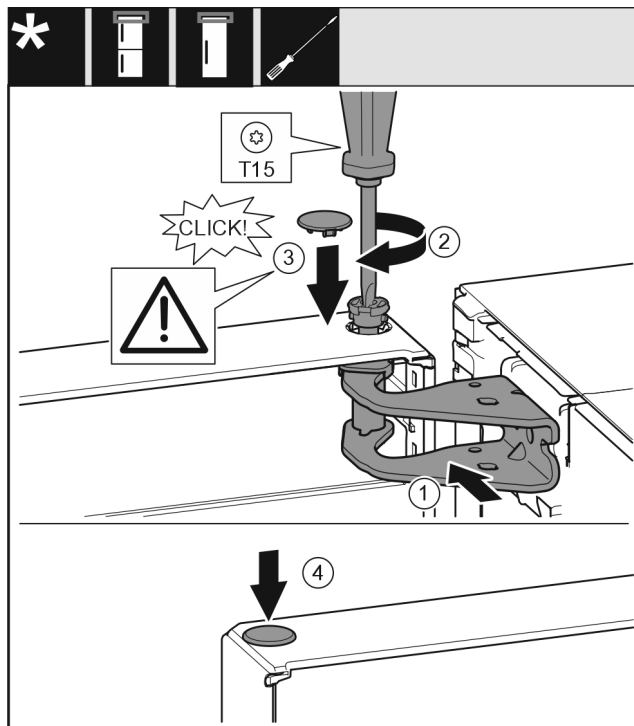

Fig. 26
- ▶ Aliniați ușa sus spre deschizătură în suportul de lagăr. Fig. 26 (1)
- ▶ Introduceți bolțul Fig. 26 (2) și înșurubați-l ferm cu șurubelnița.
- ▶ Montarea capacului de siguranță Fig. 26 (3) pentru siguranța ușii: Introduceți capacul de siguranță și controlați dacă este așezat pe ușă. În caz contrar, introduceți complet bolțul.
- ▶ Introduceți dopul Fig. 26 (4).